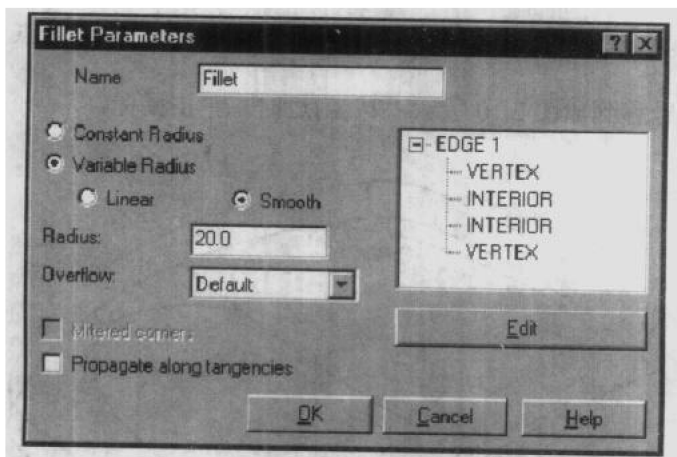

图 2.12 倒变半径参数对话框
- (23) 然后按 Enter 键。
- (24) 选择 Done，打开 Fillet Parameters 对话框，如图 2.12 所示。